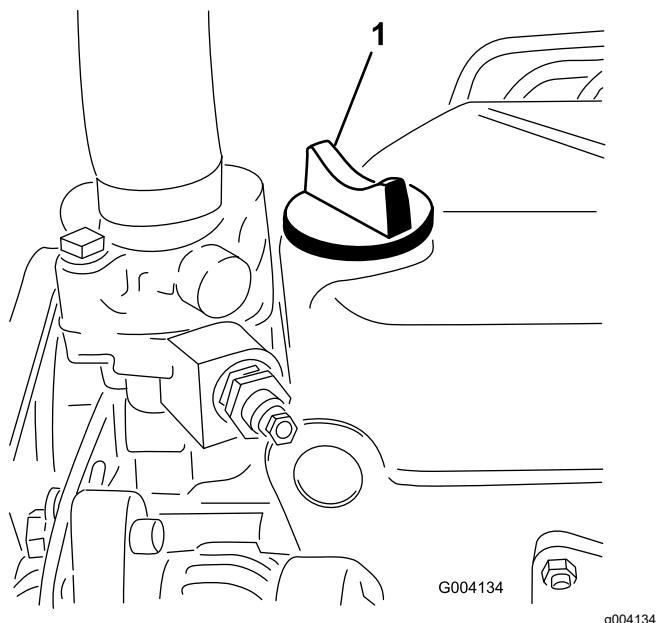

Bild 60
5. Wenn der Ölstand unter der VOLL-Markierung liegt, nehmen Sie den Fülldeckel ab (Bild 60) und gießen Sie genug Öl ein, um den Ölstand bis zur VOLL-Markierung am Peilstab anzuheben.